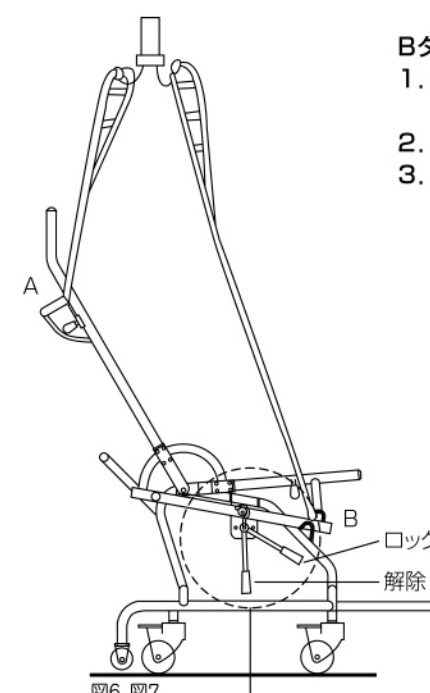

図6、図7
1. ツルベルト4本を座部の位置に取り付けます。A/B左右に取り付けます。(図6)